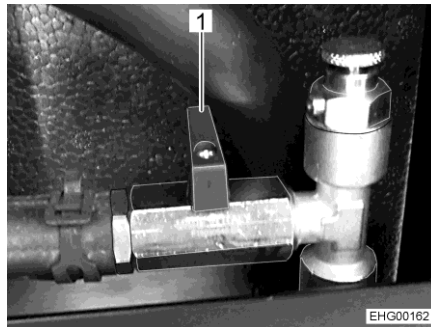

Fig. 178 Robinet à bille (fermé)
- Placer le levier (Fig. 178,1) transversalement à la conduite.